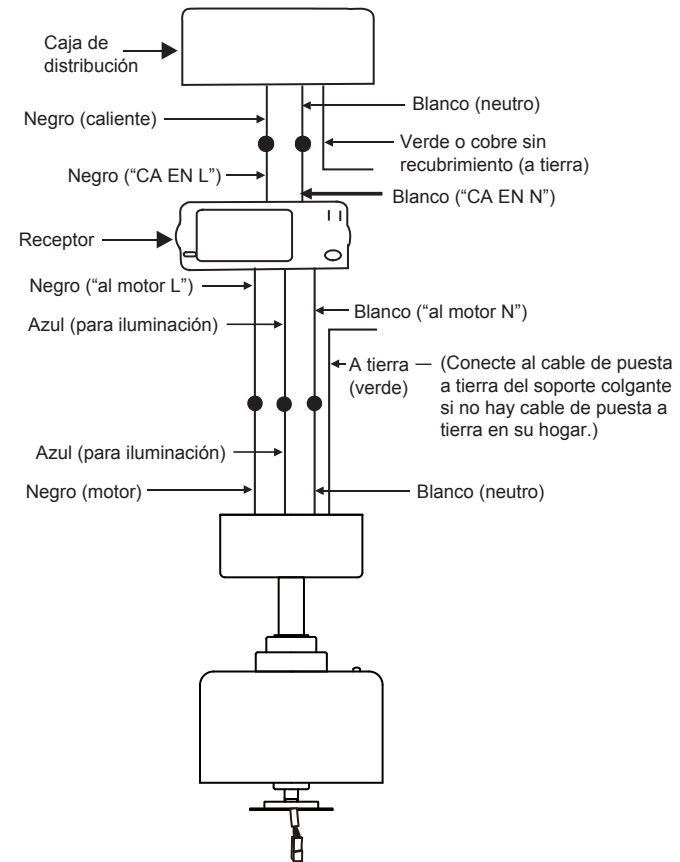

Fig. 14
### Paso 2. Conexiones eléctricas del motor al receptor: (Fig. 14)
**Paso 3. (Fig. 14)** Conexiones eléctricas del receptor a los cables de alimentación del hogar: Conecte el cable negro (caliente) del cielorraso al cable negro marcado como "AC in L" (CA en L) del receptor. Conecte el cable blanco (neutro) del cielorraso con el cable blanco marcado como "AC in N" (CA en N) del receptor. Asegure las conexiones de cables con las tuercas plásticas para cable proporcionadas.
**Paso 4. (Fig. 14).** Si su caja de distribución tiene un cable de puesta a tierra (verde